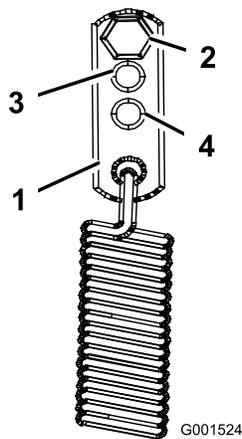

Figura 39
3. Para un ajuste más duro, vuelva a colocar los anclajes de los muelles en las posiciones de servicio medio o pesado (Figura 39). Los anclajes de los muelles se fijan a la esquina superior trasera de los protectores de la transmisión hidrostática en cada lado de la máquina.